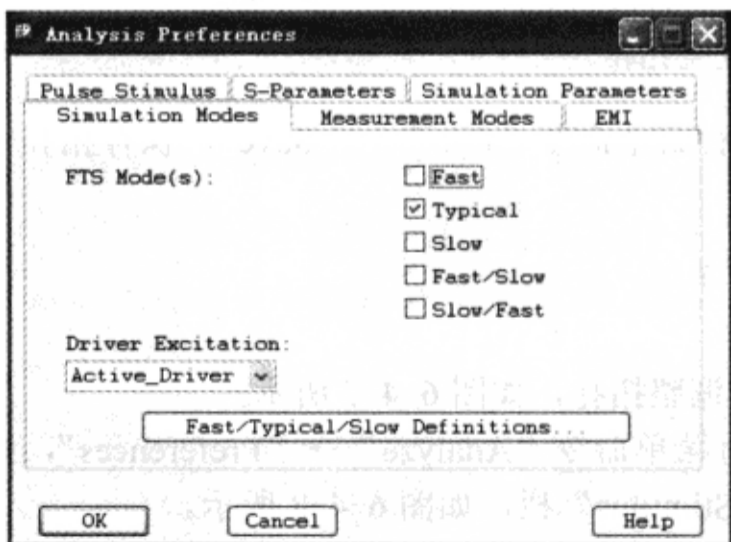

图 6-4-10 设置仿真模式
(4) 设置“Simulation Modes”栏，如图6-4-10所示。